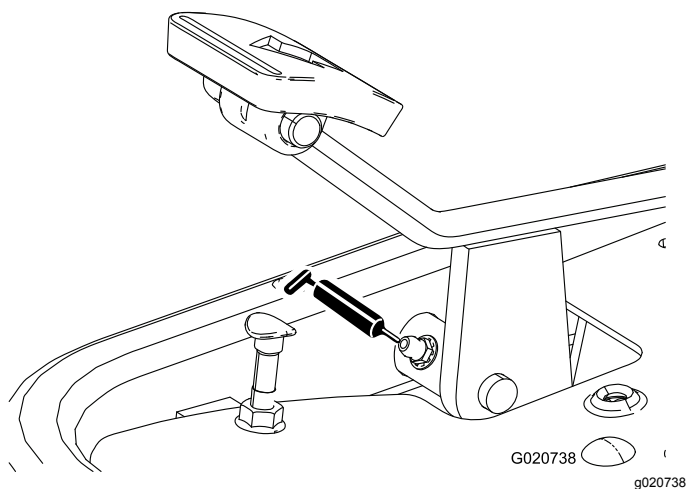

Figure 42
- Pédale de déplacement (Figure 42)